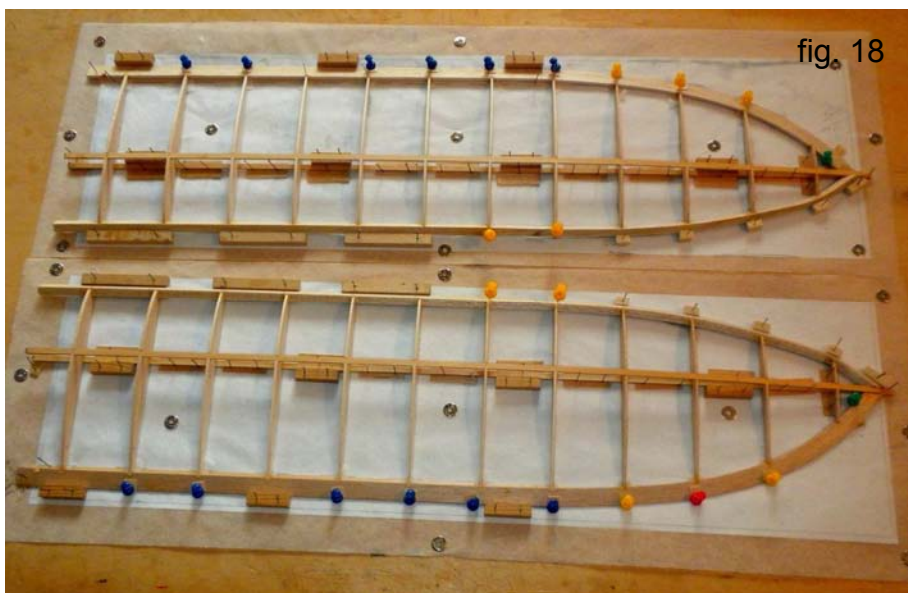

fig. 18
- prima di passare all'incollaggio si riguarda il tutto - specie i longheroni - per verificare il perfetto allineamento degli elementi della struttura (fig. 18); particolare attenzione va posta al parallelismo e alla verticalità delle centine;